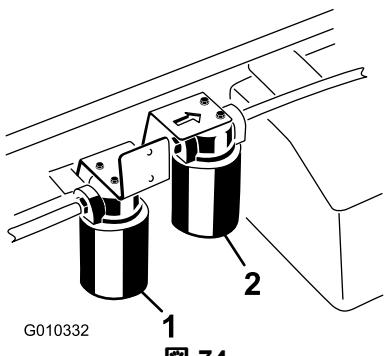

図 74
3. フィルタの下に廃油受けを置いてフィルタを外す(図74)。
1. ハイフローフィルタを取り付けている周辺をウェスできれいにぬぐう 図 74。